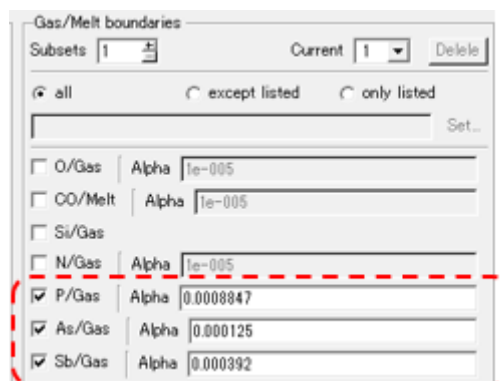

図 2. Cz-Silicon の蒸発モデル設定画面
- シリコン融液からのヒ素(As)、アンチモン(Sb)の蒸発モデルの追加 (図 2)